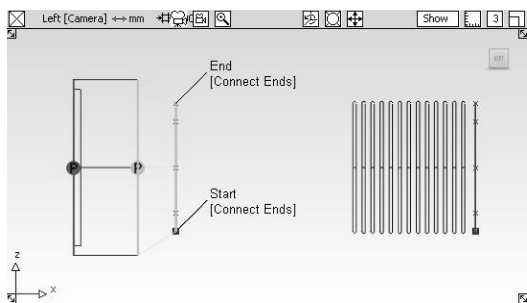

图 3-81 手电筒头部转折面
- 31 选择【Pick nothing】工具, 取消选择。确定【Skin】工具处于选中状态, 依次单击曲线 3、第一个面靠近曲线 3 的边缘, 如图 3-81 所示。